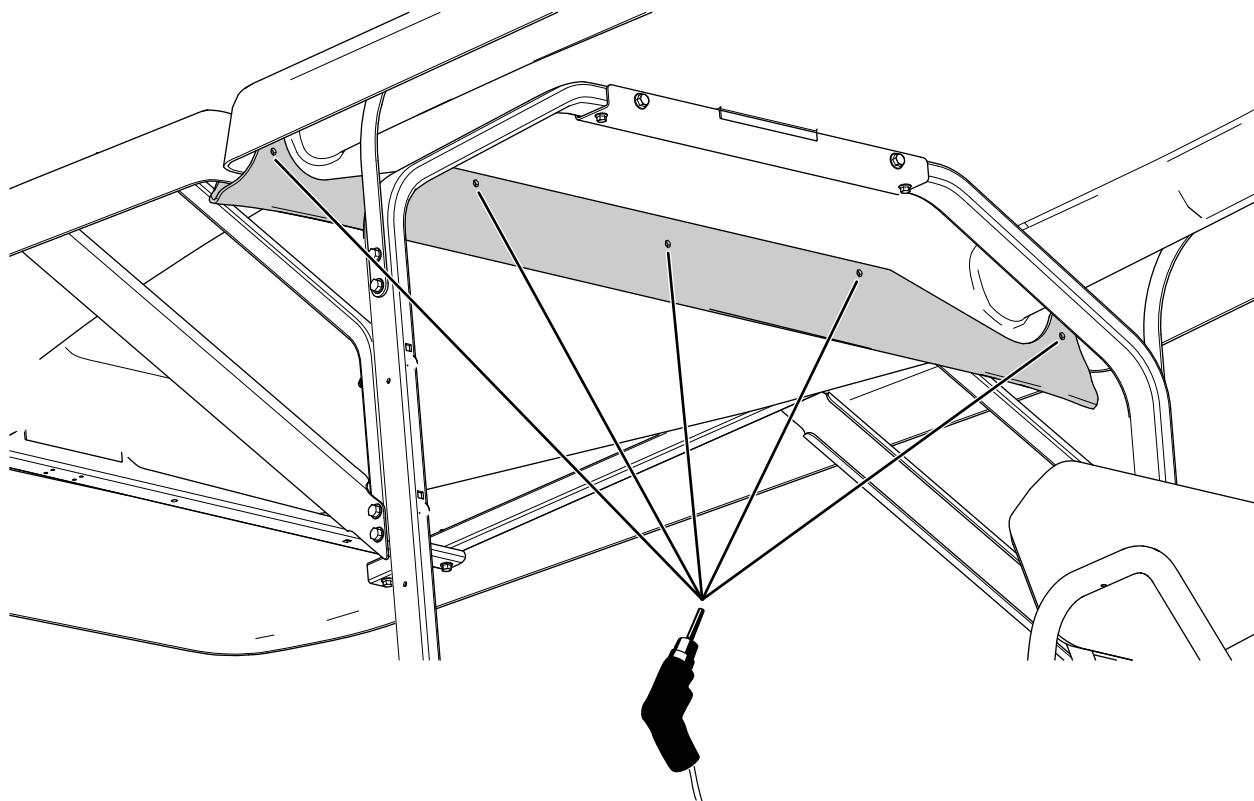

Figure 9
2. En vous servant de la gouttière comme gabarit, percez 5 trous (6,4 mm) dans l'abri avant (Figure 9).